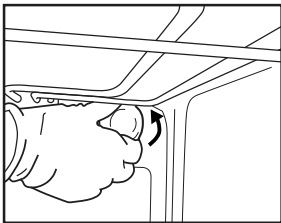
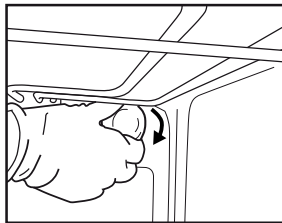

Рис. 6
Рис. 7.
2. Вкрутіть плафон (рис. 6), замінить лампочку (див. примітку щодо типу лампочок) і закрутіть плафон назад (рис. 7).